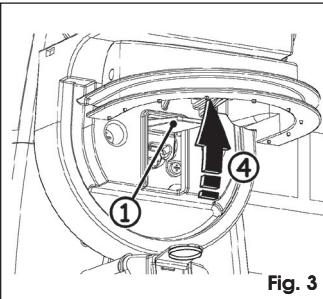

Fig. 3
3. Trek aan de ontgrendelingshendel tot hij niet verder kan, Fig. 3 ref. 1.